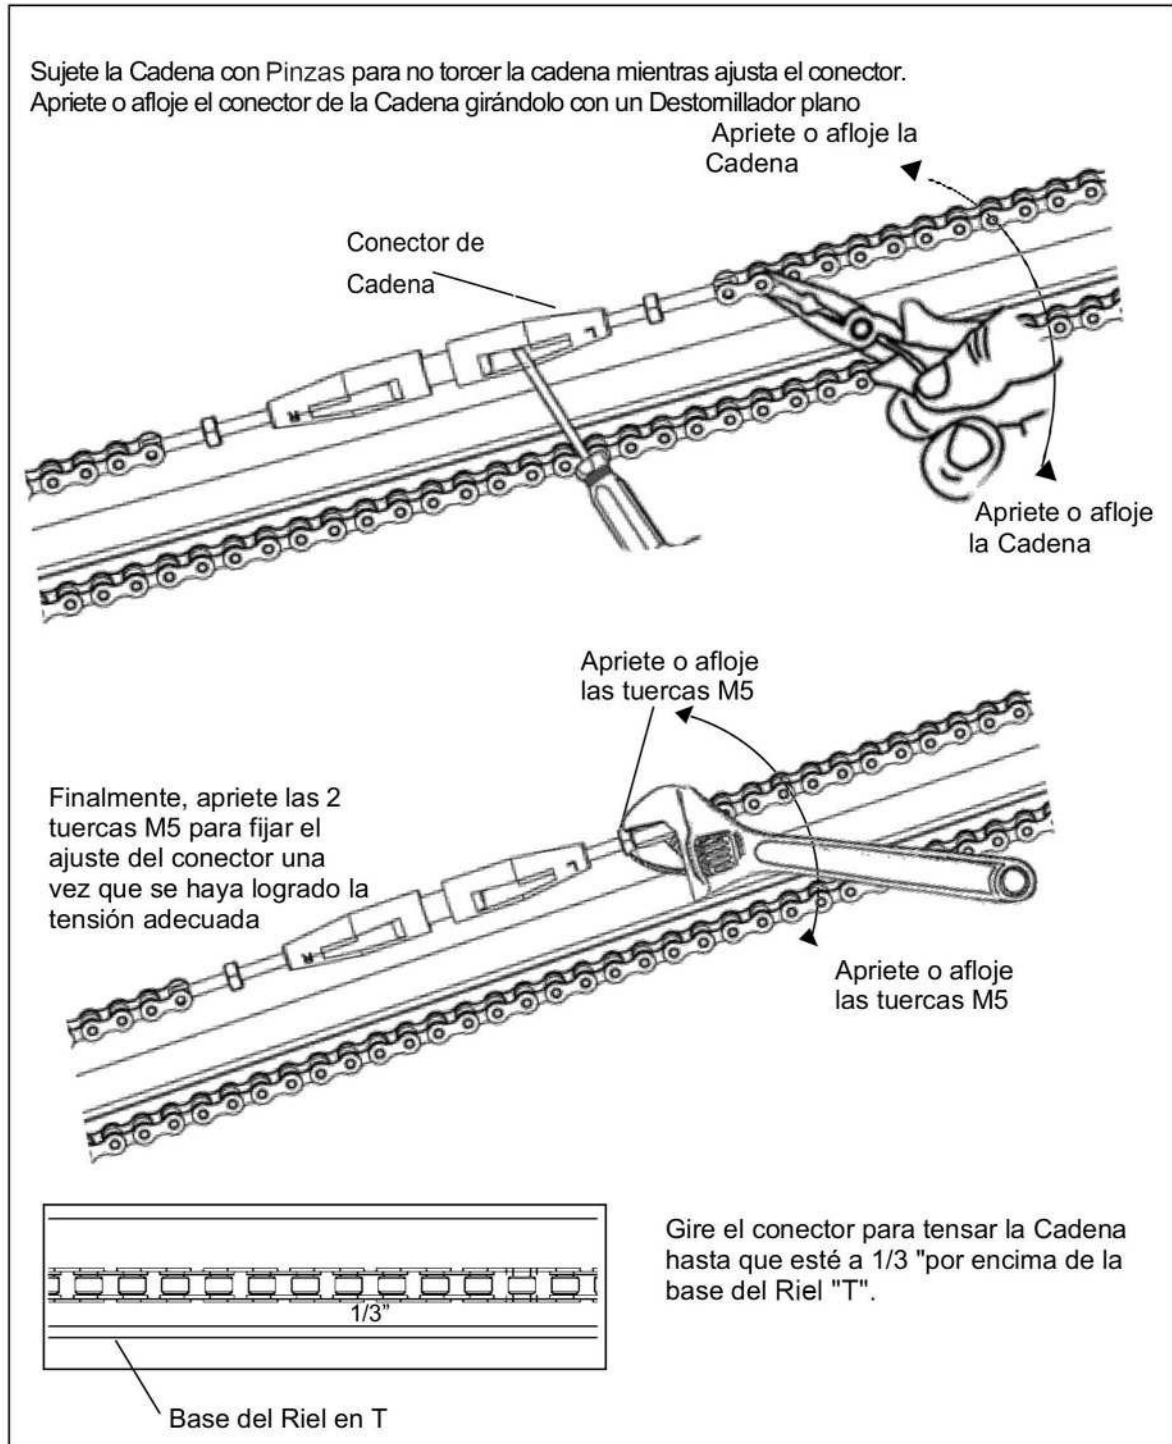

Fig.30
5.15.-Tensado de Cadena para Riel "T". (Fig.30)